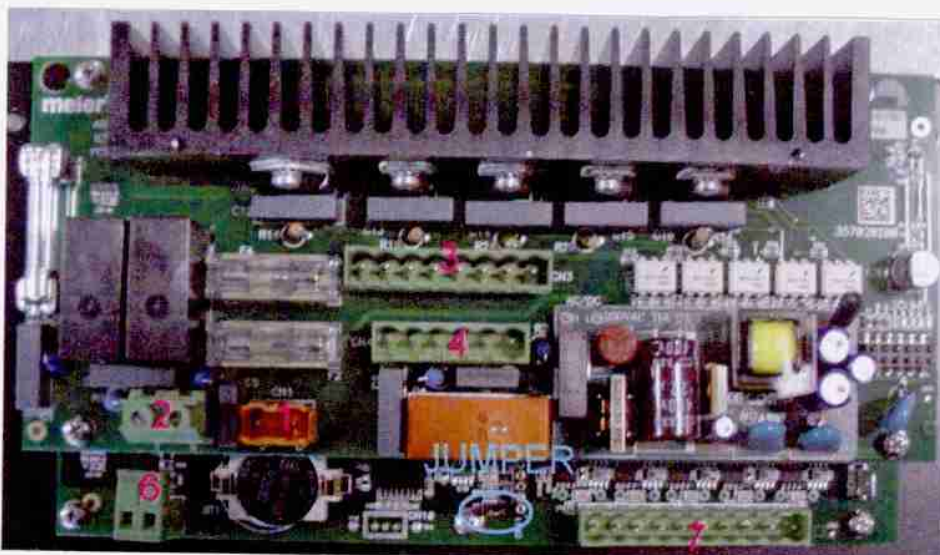

Fig.2
-Nella nuova scheda (fig.2) il connettore n.5 (alimentazione proveniente dal trasformatore) non deve essere collegato.